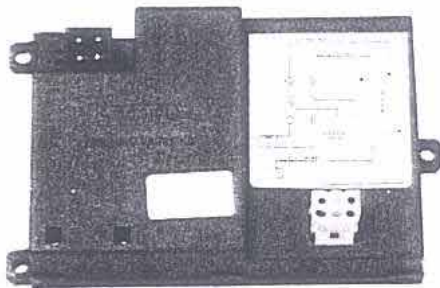

fig. 1 - Centralina elettronica di controllo
- a) Il funzionamento del generatore è comandato da un termostato ambiente; azionando il termostato, la centralina elettronica (fig. 1) di controllo e comando effettua l'accensione del bruciatore principale tramite due sonde che controllano il circuito a ionizzazione.